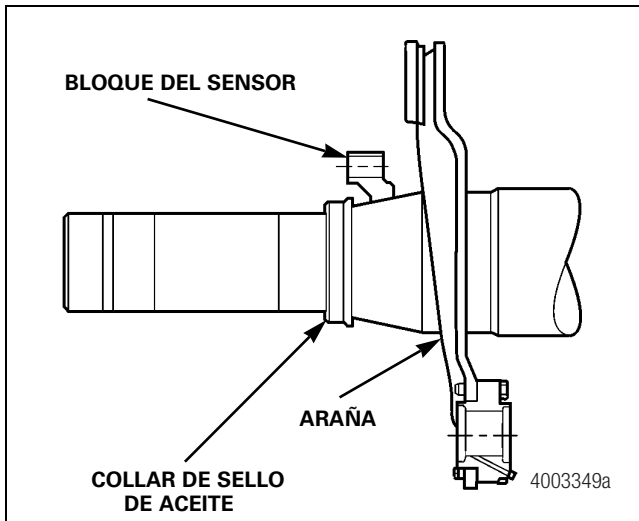

Figura 13.4
- Bloque del sensor — Viene soldado al eje entre la araña y el collar del sello de aceite; el bloque del sensor sostiene el sensor en la posición correcta en relación con la rueda dentada. Figura 13.4.